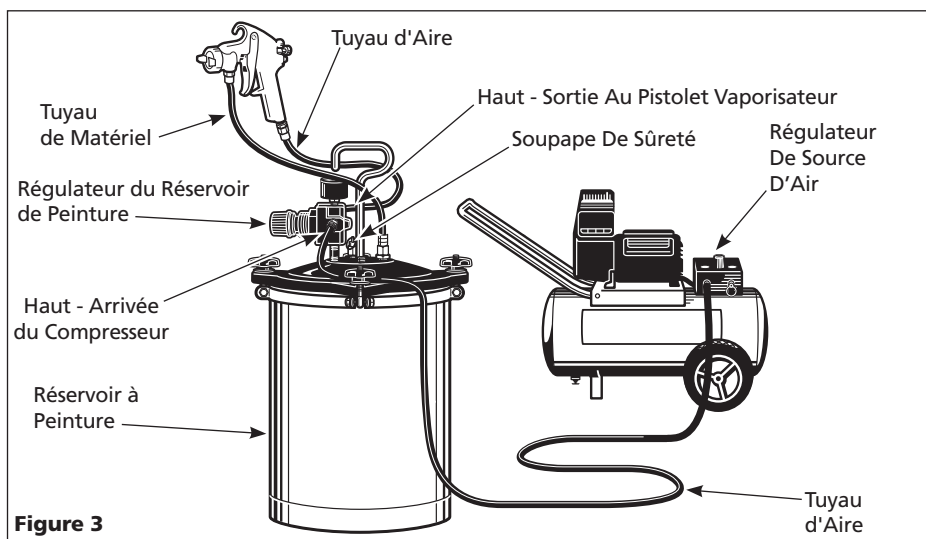

Figure 3
Les raccordements corrects pour l'utilisation avec un réservoir de peinture pressurisé sont illustrés dans la Figure 3. Se référer aux illustrations fournies avec le réservoir de peinture pour les raccordements et l'usage. **NE PAS UTILISER UN RÉSERVOIR POUR PEINTURE SANS LIRE CES DIRECTIVES.**
8. Le bouton de la vanne à pression/siphon doit être poussé en mode siphon (évent) lors de l'utilisation d'un réservoir sous pression à peinture branché comme montré à la figure 3. Ceci empêche l'échappement d'air pressurisé de l'orifice de soupape de pression du godet lorsque le godet n'est pas utilisé.